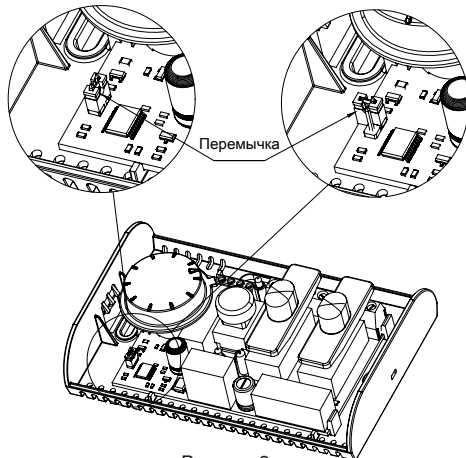

Рисунок 3.
- Установить перемиčku в определенное положение (смотреть рисунок 3);